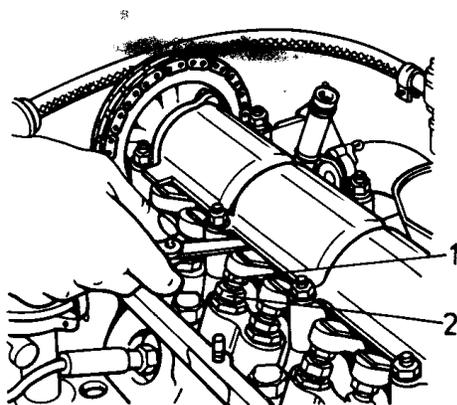

Fig. 33. Regulación de las holguras en el mecanismo de accionamiento de las válvulas: 1 - tornillo de regulación; 2 - contratuerca del tornillo de regulación
- regule las holguras entre las palancas y las levas del árbol de levas en la válvula de escape del 4° cilindro (8a leva) y en la válvula de admisión del 3er cilindro (6a leva); para esto afloje la contratuerca 2 (fig. 33 dando vueltas al tornillo de regulación 1, establezca la holgura requerida con ayuda de un calibre plano introducido entre la leva y la palanca (en esto el calibre se deberá desplazar aplicando cierto esfuerzo);